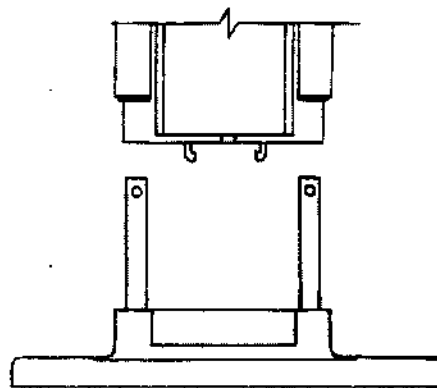

Figura 10
Paso 2: Retire el cuerpo hacia arriba y fuera de la base. Vea la Figura 10.